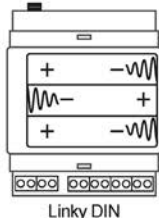

Fig. 8
3. (opzionale) Inserire un piccolo cacciavite a taglio tra la base e il pannello frontale di Linky, nelle apposite guide presenti nella base, e fare leva per sollevare il pannello frontale con l'etichetta. Inserire le tre batterie ricaricabili cariche, rispettando la polarità indicata (Fig.8). Richiudere il pannello frontale con l'etichetta (per approfondire la funzione delle batterie riferirsi al paragrafo *Batterie*).